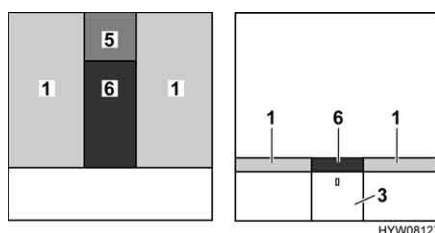

Bild 88 Efter ombyggnaden
- Lägg extradynan (Bild 88,5) på nattduksskåpet.
- Lägg extradynan (Bild 88,6) mellan madrasserna (Bild 88,1).